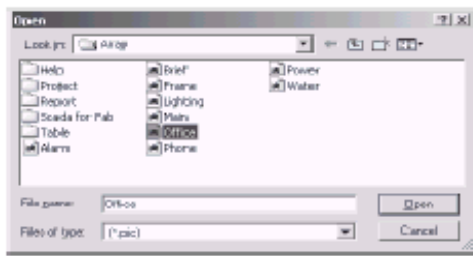

Fig. 4-39 Selección de Archivos Gráficos
(1) Nombre: Seleccione el nombre de los archivos y haga clic en la zona rectangular a la derecha de Picture, y se abrirá un cuadro de diálogo como en la Fig. 4-39. Seleccione el trayecto de directorio (el mismo que el de FAB-Scada). Si el archivo Office.pic existe, seleccione el archivo gráfico, y así el diagrama correspondiente al monitor de la casa del área de trabajo se configurará como el dibujo Office.pic.
(2) Explicación: la explicación de los archivos de dibujo. Ingrese un párrafo de explicación abstracta en el diagrama a la izquierda de Explain, y las palabras se mostrarán en el diagrama del dibujo. Si no hay entrada, el diagrama mostrará el contenido de fondo en forma transparente, realizando así la definición de área de trabajo del fondo. Por ejemplo, todas las áreas de trabajo del diagrama principal se producen con el mismo diagrama de fondo.